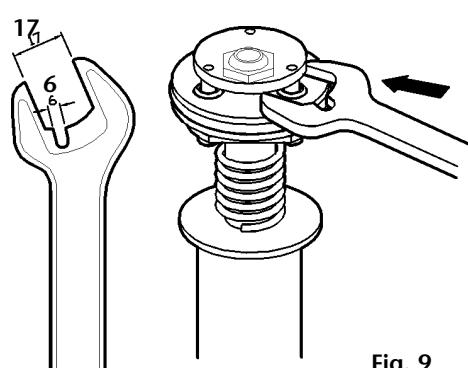

Fig. 9
- Secure the air motor body (16) in the vice and loosen the four screws (13) to remove the air motor dolly (1).
- Check the upper spring (2) and the spring stop (3) inside the air motor dolly (1). Replace if damaged.
- Remove the lower circlip (15) and muffler (14) and pull up the inverting set (4) until the hole in pump piston (8) becomes visible in the opening where the muffler was removed. Insert a steel rod (8 mm) in the hole to lock the piston.
- Use a prepared 17mm wrench (see fig. 9) to remove the inverting set (4).
- Fijar el cuerpo motor (16) adecuadamente y soltar los cuatro tornillos (13) para retirar la cazoleta (1).
- Verificar el muelle superior (2) y el tope muelle (3) en la cazoleta (1). Sustituir en caso de deterioro.
- Desmontar el anillo de seguridad (15) inferior y el silenciador (14) y tirar el conjunto inversor hacia arriba hasta que el agujero en el vástagos (8) quede visible en la apertura donde el silenciador fue quitado. Introducir una varilla acerada (8mm) en el agujero del pistón para bloquear el mismo.
- Desenroscar el conjunto inversor (4) con una llave fija de 17mm preparada (Fig. 9).
- Fixer correctement le corps moteur (16) et dévisser les 4 vis (13) pour désolidariser la cassolette (1).
- Procéder au contrôle du ressort supérieur (2) ainsi que de la butée de ce dernier (3) qui se trouvent dans la cassolette (1). Remplacer ces pièces si nécessaire.
- Démonter l'anneau de sécurité (15) inférieur et le silencieux (14) et tirer l'ensemble inverseur vers le haut jusqu'à ce que l'orifice du piston (8) soit visible et ce, au niveau où le silencieux a été enlevé. Introduire une baguette en acier (8mm) dans l'orifice du piston pour bloquer ce dernier.
- Desserrez l'ensemble inverseur (4) à l'aide d'une clé fixe préparée de 17 mm (voir Fig. 9).